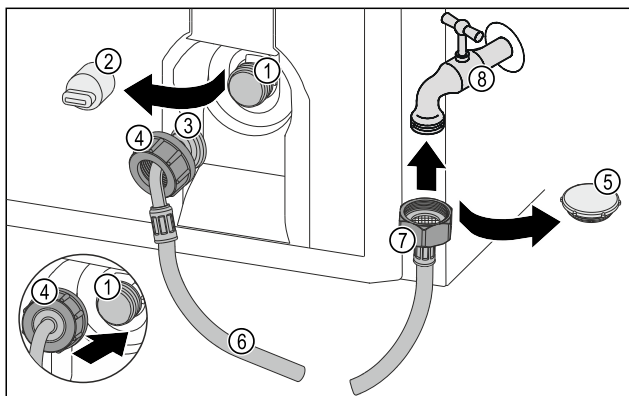

Fig. 10
- ▶ Odstranite zaporno loputo Fig. 10 (5).
- ▶ Matico (7) privijte na ravnem koncu gibke cevi pipe za vodo (8).